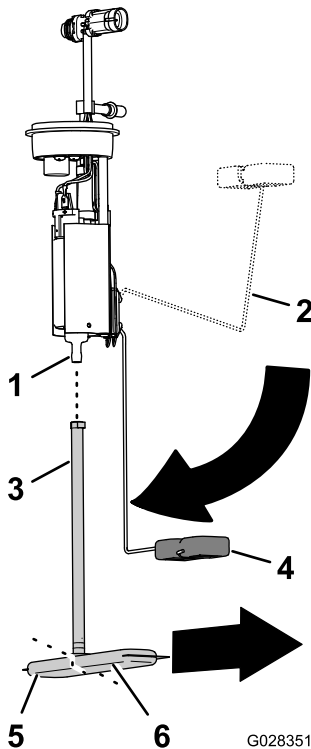

Figure 121
1. Détachez le tube d'aspiration du filtre à carburant du raccord de la pompe à carburant (Figure 121).
2. Alignez le tube d'aspiration du filtre à carburant de rechange et le raccord de la pompe à carburant (Figure 121).
3. Alignez la longue patte du filtre à carburant sur le flotteur quand le bras du flotteur est à la position réservoir vide (Figure 121).
4. Insérez le raccord de la pompe à carburant dans le tube d'aspiration jusqu'à ce que le raccord soit parfaitement engagé (Figure 121).
2. Insérez la pompe à carburant/transmetteur dans le goulot du réservoir (Figure 120 et Figure 121).